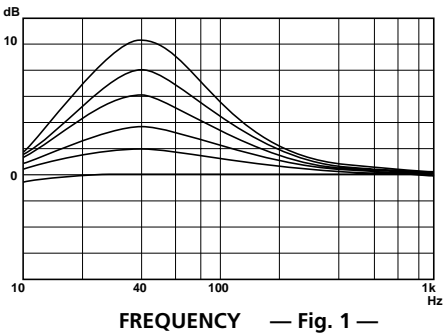

Fig. 1
- Control de nivel LOW BOOST (consulte Fig. 1)**
- Controlo do nível LOW BOOST (consulte Fig. 1)**